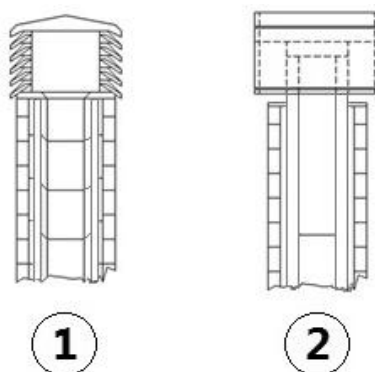

Fig. 5 - Extremos de chimenea antiviento
- AK. Controlar rigurosamente que haya sido instalada una cumbre o sombrero anti viento **Fig. 5** según las normas vigentes. Del terminal, cumbre o sombrero adecuado dependerá en gran medida la correcta evacuación de los humos y previene muchos problemas de instalación.
- Conducto de ventilación externo realizado enteramente en tubos inox aislados o sea con pared doble de mínimo Ø100/120 mm: todas las partes son bien ancladas al muro, con el extremo de chimenea antiviento (véase **Fig. 5**).